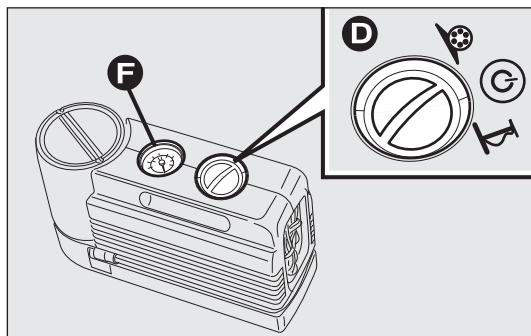
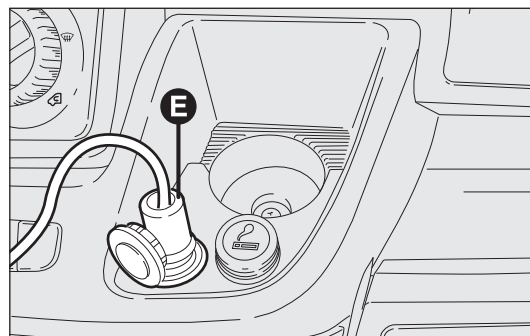

fig. 168
fig. 169
- ☐ conecte el enchufe E-fig. 169 a la toma de corriente de 12V más cercana y ponga el motor en marcha. Gire el selector D-fig. 168 hacia la izquierda a la posición de reparación. Accione el kit pulsando el interruptor on/off. Infle el neumático a la presión descrita en el apartado “Presión de inflado” del capítulo “Datos técnicos”;
Para obtener una lectura más precisa, se recomienda verificar el valor de la presión en el manómetro F-fig. 168 con el compresor apagado y sin mover el selector central de la posición de reparación;